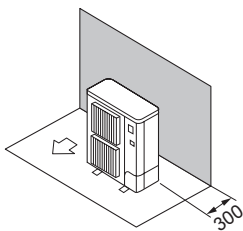

Fig. 2-6
- ① Enbart hinder på baksidan (Fig. 2-6)